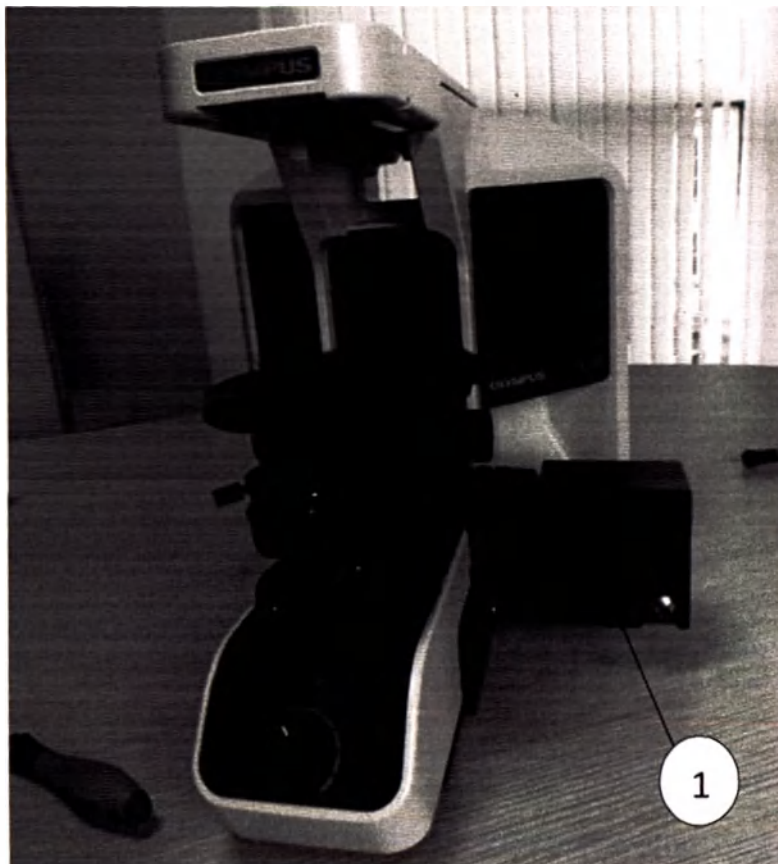

Рисунок 43 – Моторизованный привод фокусировки ①, установленный на валу фокусировки штатива микроскопа BX43F
Моторизованный привод фокусировки (позиция ① Рисунок 43) крепится на вал фокусировки микроскопа BX43F.